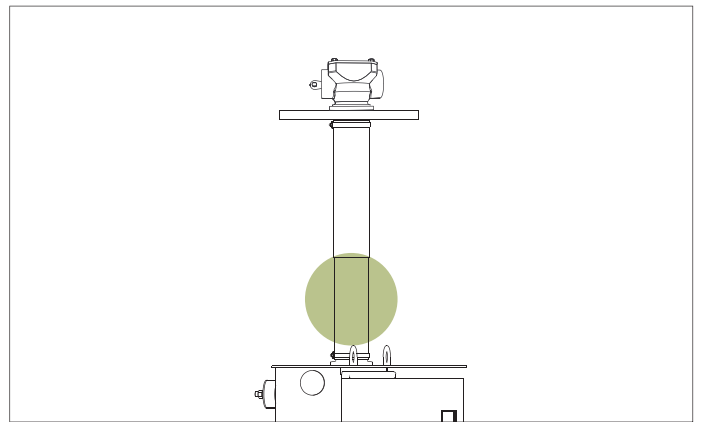

Рис. 62. Натяжение вниз защитного патрубка
4. Натяните вниз защитный патрубок. См. рис. 62.